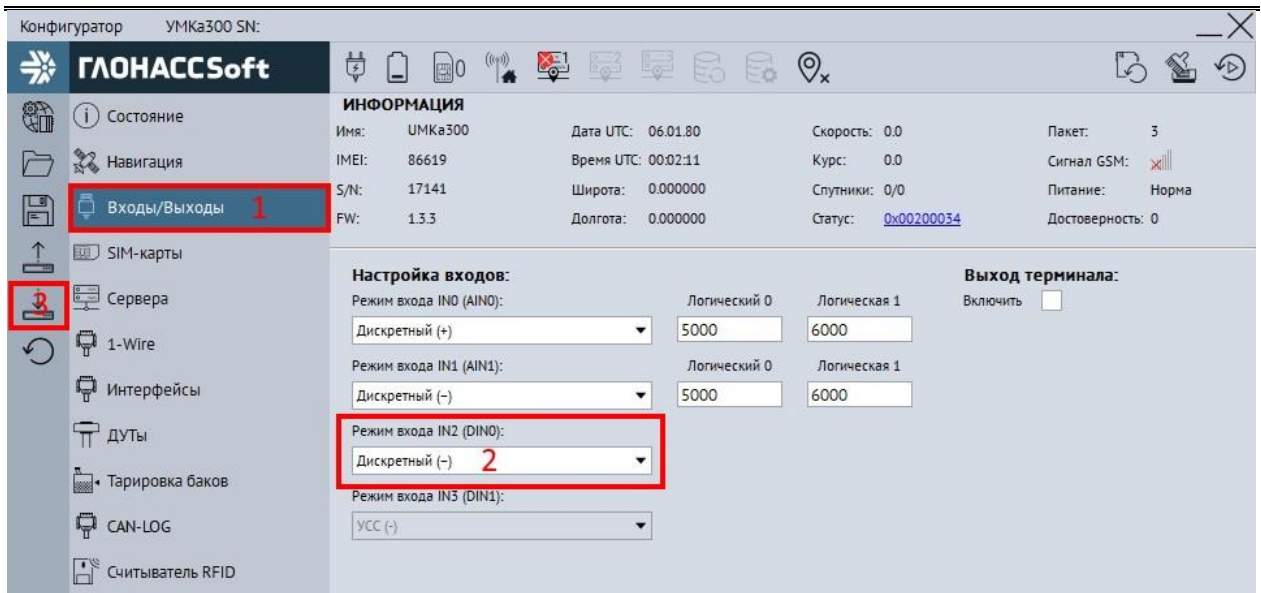

Рисунок 3 – Приложение «Конфигуратор УМКаЗХХ» вкладка «Входы/Выходы»
1. Перейти в закладку «Входы/Выходы» (рисунок 3).